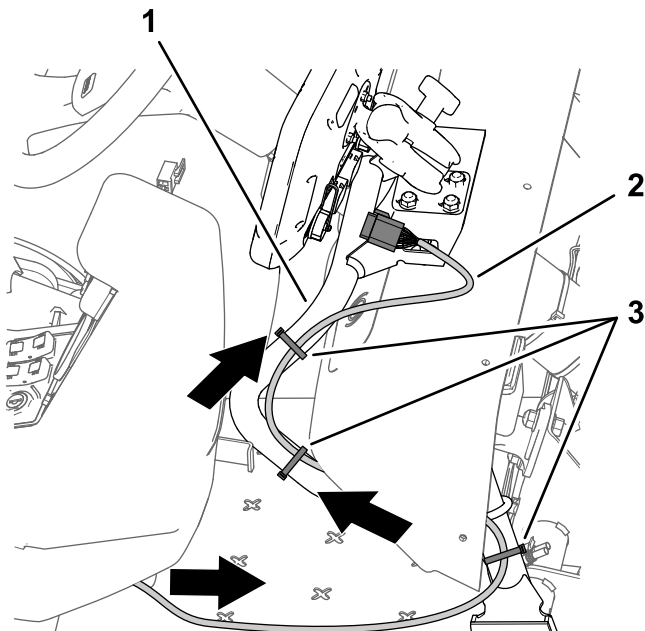

Figure 204
1. Acheminez la branche de 220 cm du faisceau de données (branche dotée du connecteur à 26 douilles) vers l'avant et sous la planche de bord (Figure 204).
2. Acheminez la branche de 220 cm du faisceau de données le long du tube de support du moniteur (Figure 204).
4. Vérifiez que la branche de 220 cm du faisceau de données est assez détendue pour permettre à l'opérateur d'ajuster la position du moniteur, et fixez le faisceau au tube de support du moniteur avec des attache-câbles, comme montré à la Figure 204.